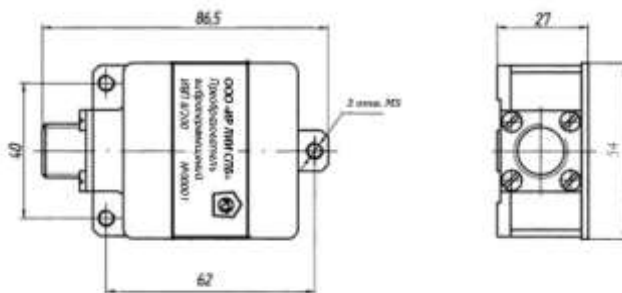
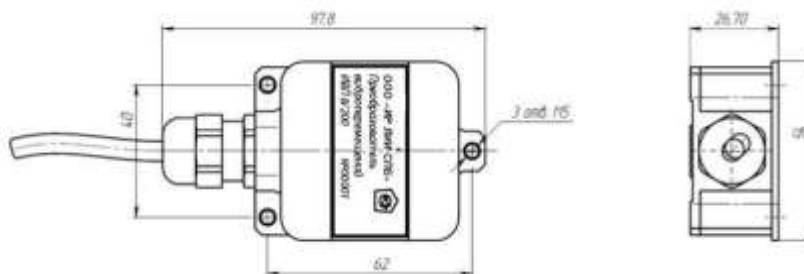

Рис.1 Вибропреобразователь с разъёмом
Рис.2 Вибропреобразователь с кабелем
1.4.2 Вибропреобразователи выпускаются в трех модификациях: ИВП-0,5/200, ИВП-0,8/200 и ИВП-2/400, отличающихся между собой диапазонами рабочих частот. Вибропреобразователи каждой модификации могут выпускаться со встроенным соединительным кабелем или с коннектором для подключения внешнего соединительного кабеля (рис.1, рис.2).